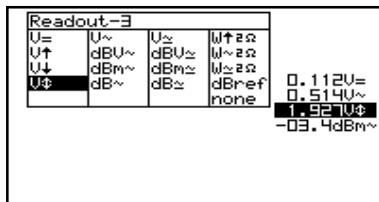

Fig 23
6. Press the cursorkeys to highlight the desired readout function for meter 3 readout. (Fig. 23)
6. Druk op de pijltoetsen voor het kiezen van de uitlezingfunctie van meter 3. (fig 23)
6. A l'aide des touches curseur choisissez la fonction désirée pour l'appareil numéro 3. (fig 23)